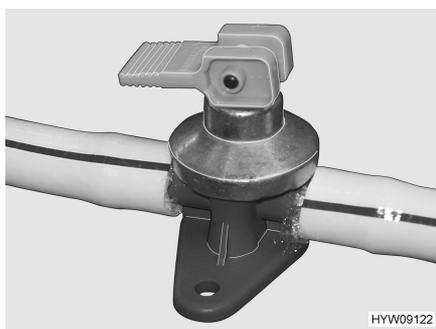
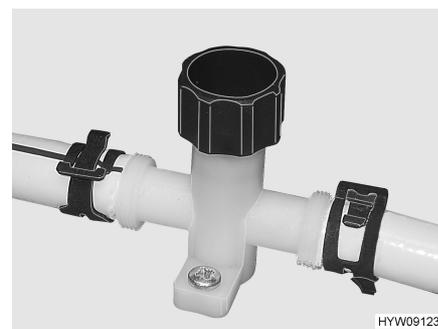

Fig. 69 Rubinetto di scarico con leva a bilanciere
Fig. 70 Rubinetto di scarico con manopola
- Chiudere tutti i rubinetti di scarico (Fig. 69 o Fig. 70).